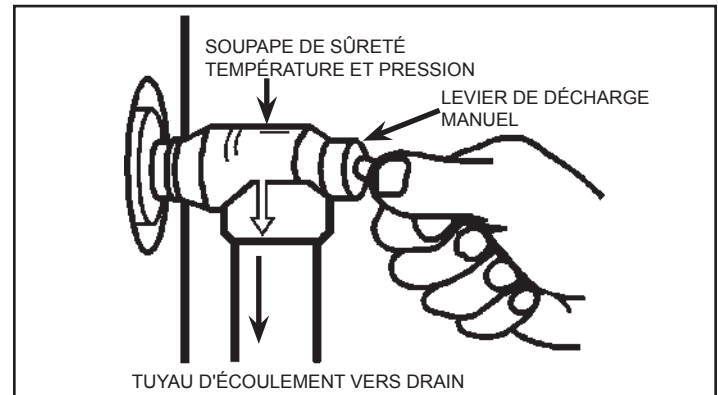

Figure 5. Test de la soupape de sûreté T&P
**Tout en vous éloignant le plus loin possible de l'extrémité du tuyau d'écoulement de la soupape de sûreté T&P (l'eau expulsée pourrait être très chaude), soulevez lentement et laissez revenir à sa position initiale le levier de la soupape de sûreté T&P (voir Figure 5), afin de provoquer une décharge d'eau et refermer la soupape. Si, à la suite du test, la soupape ne se referme pas complètement et continue à couler, fermez immédiatement le robinet d'arrêt situé sur le tuyau d'alimentation en eau froide du réservoir de stockage ainsi que son alimentation électrique et communiquez avec un technicien d'entretien qualifié.**